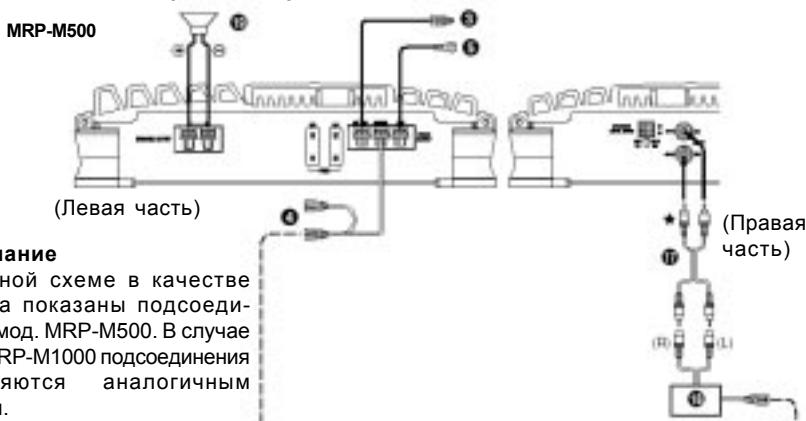

Рис. 9
- 2) В том случае, если для подключения обоих входов оконечного усилителя используется стереопара, как показано на рис. 9, разветвитель не требуется.